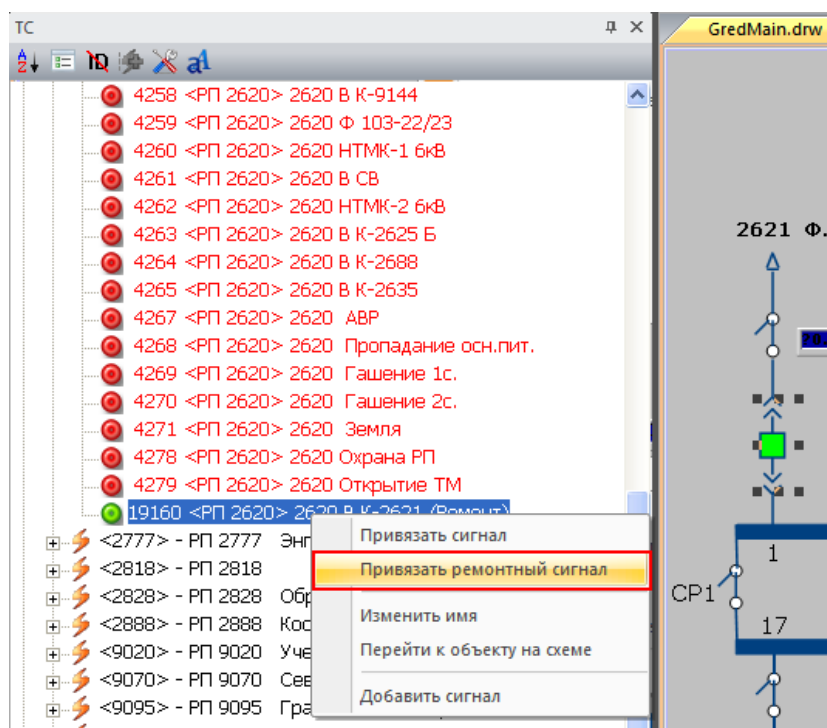

Рисунок 7.11 – Привязка ремонтного сигнала к объекту
- Выбрать на схеме графический элемент Ячейка КРУ. Щелчком правой кнопки мыши в дереве ТС на телемеханическом сигнале выбрать команду контекстного меню **«Привязать ремонтный сигнал»** (Рисунок 7.11).